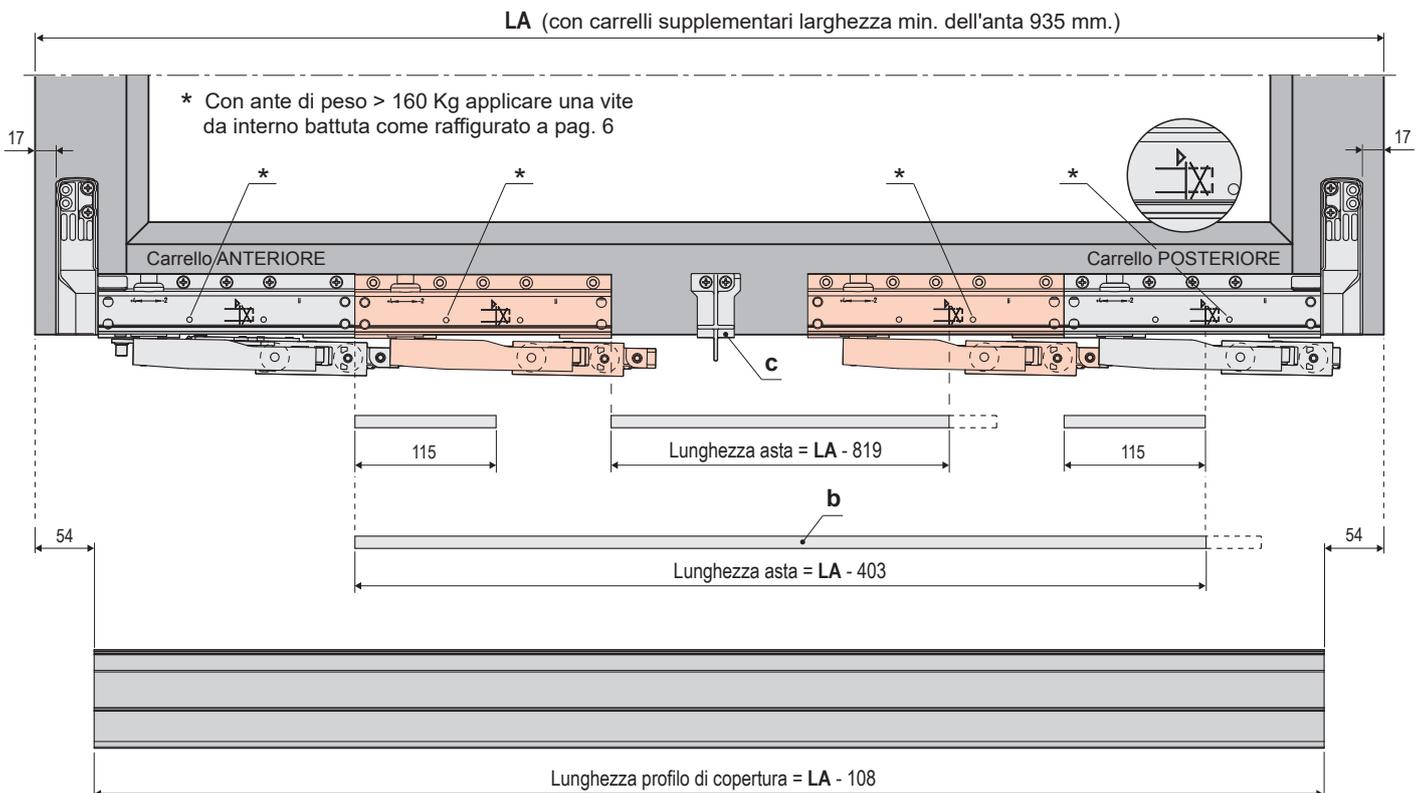

fig. 1
- 1) Posizionare la dima (a) art. M01301.00.00 con la spina di riferimento in appoggio sul montante come indicato in fig. 1 per avere i carrelli a 17 mm dal filo battuta anta (fig. 2 e 3) e in battuta sul traverso inferiore dell'anta scorrevole.
- 3) Appoggiare l'asta di collegamento (b) al carrello anteriore (fig. 1), tracciare in corrispondenza del segno del carrello posteriore e tagliare a misura.
- 1) Fissare il guida lama art. M42001.00.01 (a) al cremonese con le due viti TSPIC M5x12 (b) solo per aggancio esterno al canalino (fig. 1).